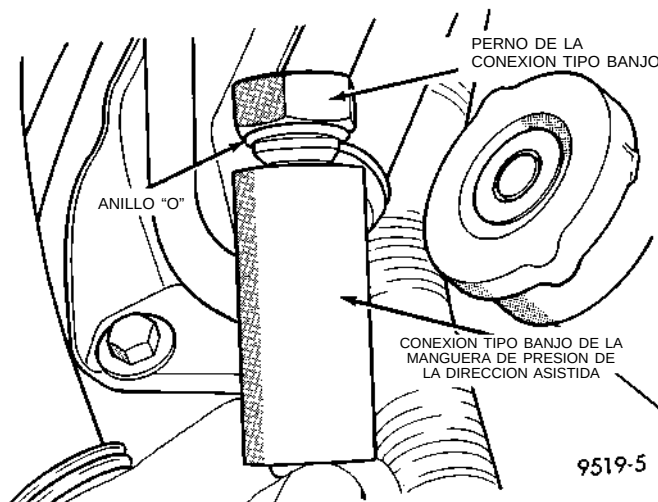

Fig. 14 Anillo "O" instalado en el perno de la conexión tipo Banjo
(4) Instale un anillo "O" nuevo (Fig. 14) en el perno de la conexión tipo Banjo de la manguera de presión de la dirección asistida.
(5) Lubrique ambos anillos "O" con líquido de dirección asistida limpio y nuevo.
(6) Instale el perno tipo Banjo dentro de la conexión tipo Banjo de la manguera de presión de la dirección asistida (Fig. 14).